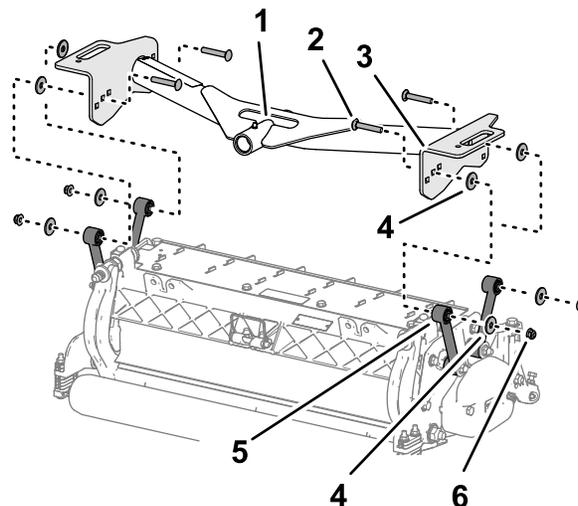

Рисунок 17
- Совместите отверстия в пластинах передней несущей рамы с отверстиями в монтажных пластинах режущего блока (Рисунок 17).
- Установите шайбу между несущей пластиной и тягой (**Рисунок 17**) и соедините пластины и проставку, не затягивая, с помощью каретного болта ( $\frac{3}{8}$  x  $2\frac{1}{4}$  дюйма), шайбы и фланцевой контргайки ( $\frac{3}{8}$  дюйма).